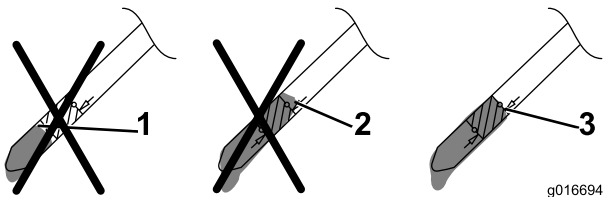

Figura 33
11. Retire la varilla y compruebe el nivel de aceite en la varilla; consulte Figura 33.
- Si el nivel de aceite es demasiado bajo, añada una pequeña cantidad de aceite **lentamente** por el tubo de llenado y repita los pasos 9 a 11 hasta que el nivel del aceite sea correcto, según se muestra en Figura 33.